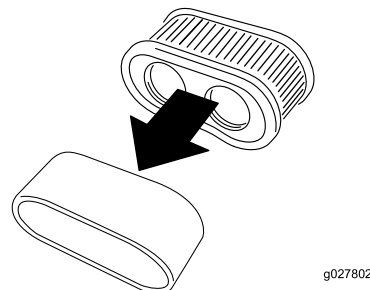

Figura 36
5. Separate gli elementi in schiuma sintetica e di carta (Figura 36).